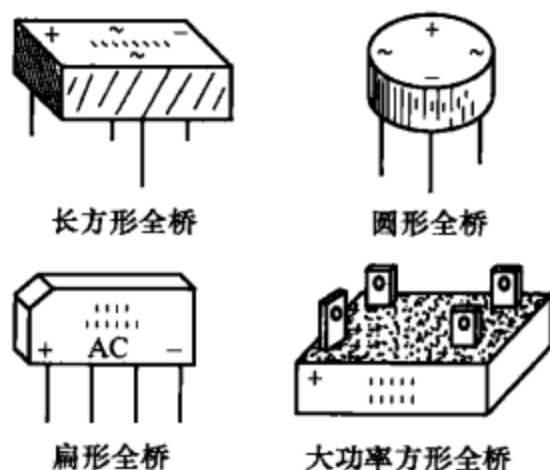
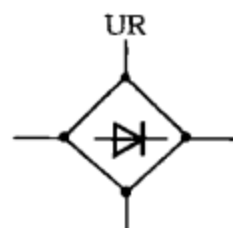

图 3-12
图 3-13
(1) 全桥整流堆通常简称全桥，是一种整流二极管的组合器件，有长方形、圆形、扁形、方形等，并有多种电压、电流、功率规格，如图 3-12 所示。全桥整流堆的文字符号为“UR”，图形符号如图 3-13 所示。